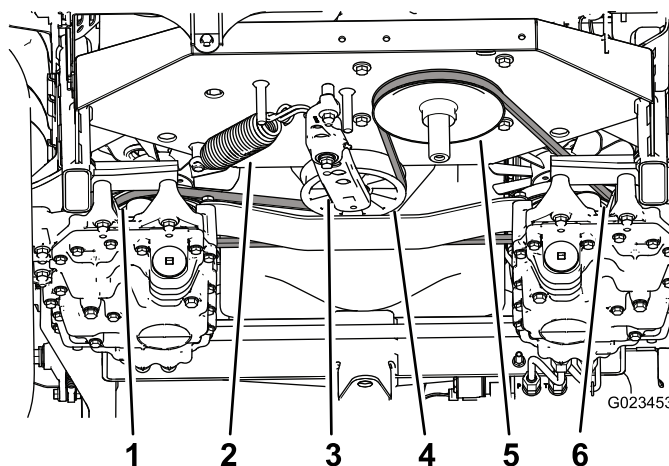

Figure 57
3. Insérez un rochet dans le trou carré du bras tendeur pour compenser l'action du ressort de tension (Figure 57), et déchaussez la courroie de la poulie de tension.
4. Décrochez le ressort de tension du bras tendeur et du cadre (Figure 57).
- Montez le ressort sur le bras tendeur et le cadre (Figure 57).